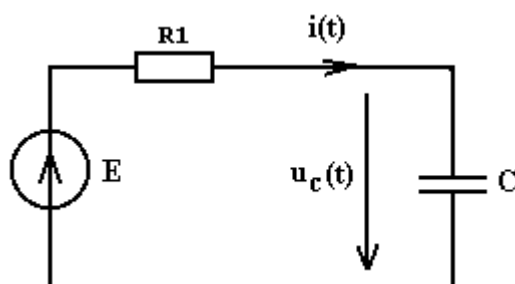

Рисунок 4.65
6. Переходное напряжение определим, используя второй закон Кирхгофа для цепи (рисунок 4.65)